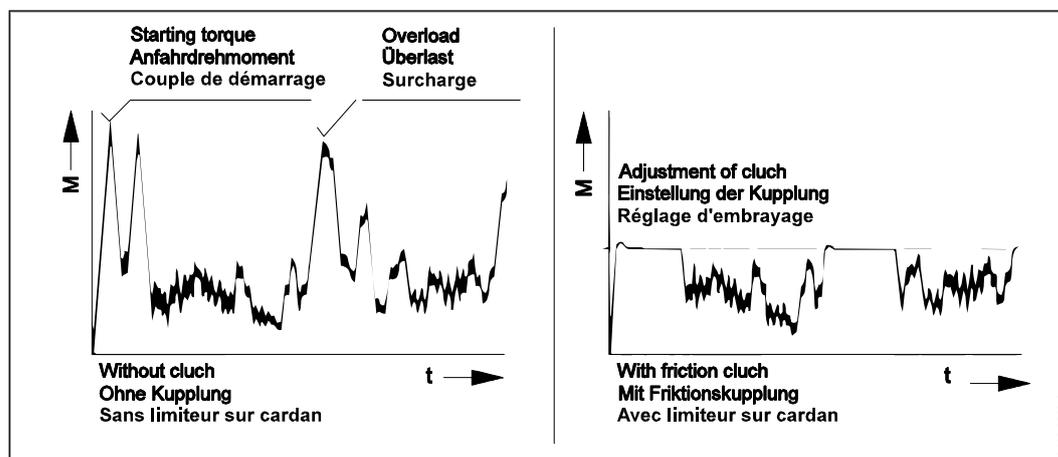

Fig. 5-3
- Fig. 5-3 Pour garantir une durée de vie importante à votre tracteur et à la machine, elle est livrée avec un limiteur de couple sur l'arbre de prise de force. Les schémas montrent comment le limiteur de couple protège la transmission contre les grosses pointes d'efforts et peut, dans le même temps, transmettre le couple voulu sans patinage.